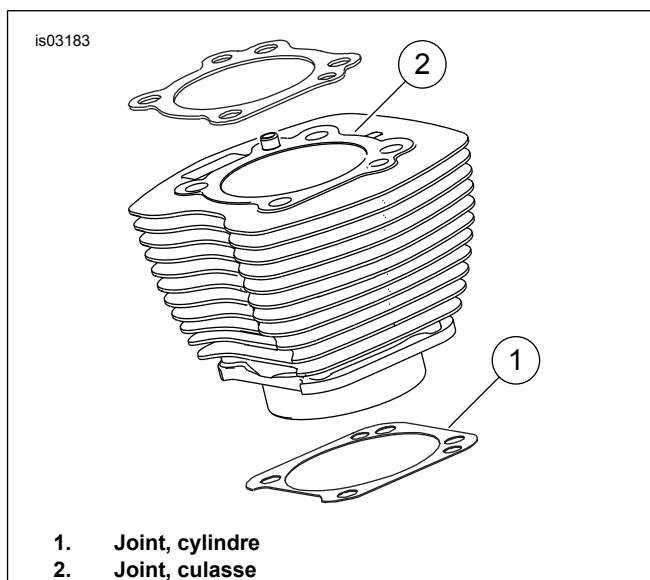

Figure 1. Joints de cylindre
- Consultez Figure 1. Le joint de cylindre de 103,1 mm (4 in) (1) et le joint de culasse (2) éliminent le besoin de joints toriques. Ne pas utiliser de joints toriques sur les doigts de positionnement de cylindre ou les embouts mâles de cylindre.
- Au moment d'installer le nouveau joint de cylindre (1), installer le côté avec relief vers le bas et le côté concave vers le haut.